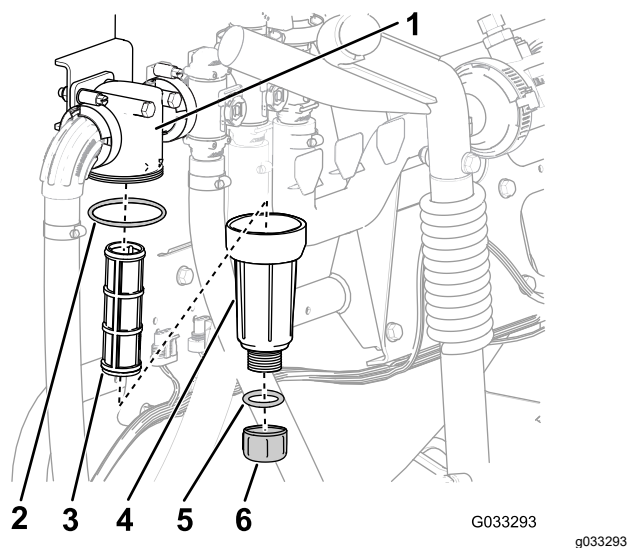

Figura 30
2. Posicione uma bandeja de drenagem embaixo do filtro de pressão (Figura 30).
3. Gire a tampa de drenagem no sentido anti-horário e remova-a do copo do filtro de pressão (Figura 30).
4. Gire o copo no sentido anti-horário e remova a cabeça do filtro (Figura 30).
5. Remova o elemento do filtro de pressão (Figura 30).
7. Verifique a junta do bujão de drenagem (localizada dentro do copo) e a junta do copo (localizada dentro da cabeça do filtro) quanto a danos e desgaste (Figura 30).
8. Instale o elemento do filtro de pressão na cabeça do filtro (Figura 30).
9. Instale o copo na cabeça do filtro e aperte-o manualmente (Figura 30).
10. Monte a tampa de drenagem no encaixe na parte inferior do copo e aperte-a manualmente (Figura 30).